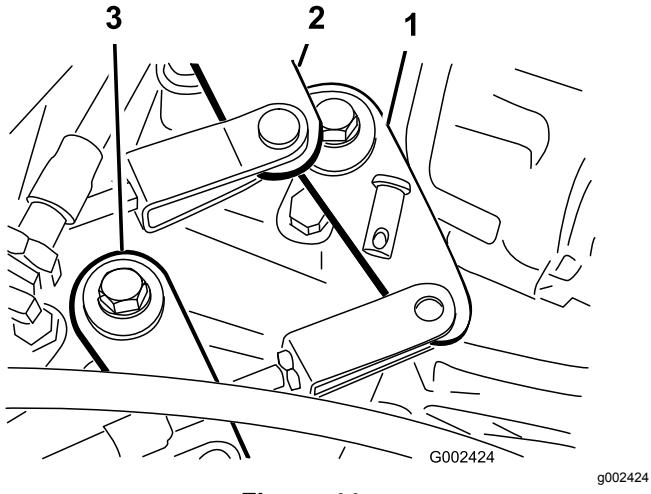

Figura 44
2. Retire los pasadores de horquilla que fijan los cables del cambio de marchas a los brazos de cambio del transeje (Figura 44).
1. Retire el pasador de horquilla que sujetá el cable de alto-bajo al transeje (Figura 44).